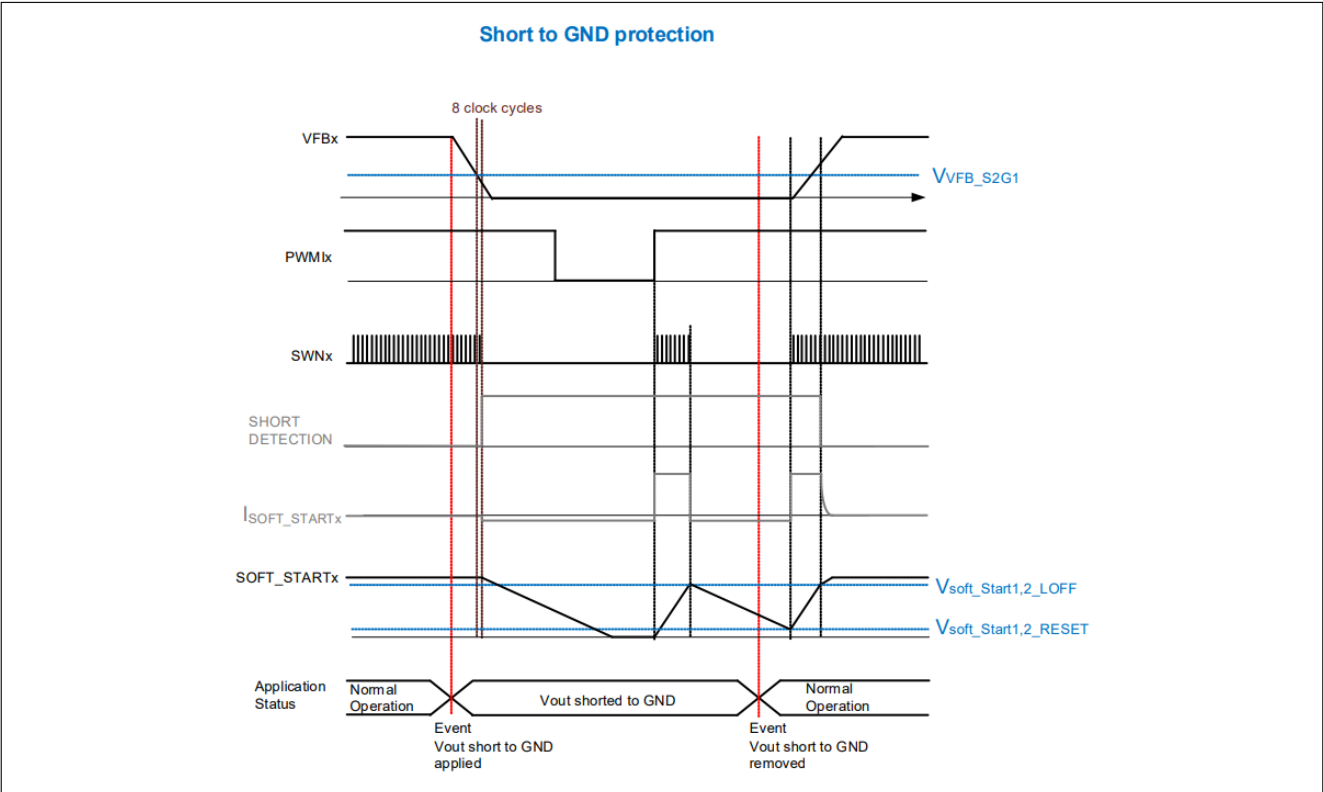

图 8 VFBx 引脚检测到短路到地时的软启动时序图
- 故障管理：故障屏蔽和重试前等待时间，分别在SOFT_START1,2的上升沿和下降沿（图8及第10.2章）
如果检测到输出短路，则激活下拉电流源 $I_{SOFT_START1,2_PD}$ (P_6.4.59)。此电流使 $V_{SOFT_START1,2}$ 下降，直到达到 $V_{SOFT_START1,2_RESET}$ (P_6.4.61)，然后激活上拉电流源 $I_{SOFT_START1,2_PU}$ (P_6.4.58) 再次打开，如果 PWM1,2为高，见图 8。如果在达到 $V_{SOFT_START1,2_LOFF}$ (P_6.4.60) 之前故障条件尚未消除，下拉电流源将再次打开，启动新周期。此过程将持续，直到故障消除。